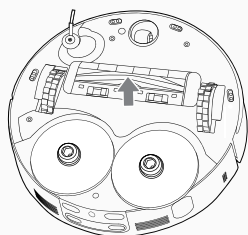

Fig. 12
3. Lyft upp omröraren genom att ta tag i ena änden av omröraren. [Fig. 12]